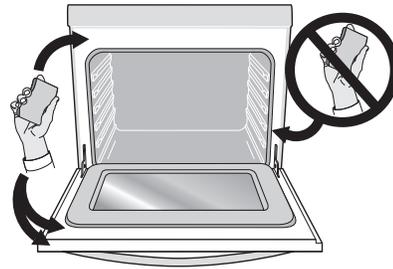

Figura 39: Área de la puerta del horno con lo que se debe y no se debe limpiar (junta)
- Limpie toda la suciedad pegada al marco del horno, al revestimiento de la puerta fuera de la junta de la puerta del horno y al área pequeña en la parte delantera central de la parte inferior del horno (Vea la figura 39). Estas áreas se calientan lo suficiente como para quemar la suciedad acumulada sobre la superficie. Limpie usando jabón y agua antes de iniciar el ciclo de autolimpieza.
- No limpie la junta de la puerta del horno (Vea la figura 39). El tejido del material de la junta de la puerta del horno es esencial para un buen aislamiento. Se debe tener mucho cuidado de no frotar, dañar ni extraer la junta de la puerta. No use ningún agente de limpieza en la junta de la puerta del horno. Esto podría dañar la junta de la puerta.